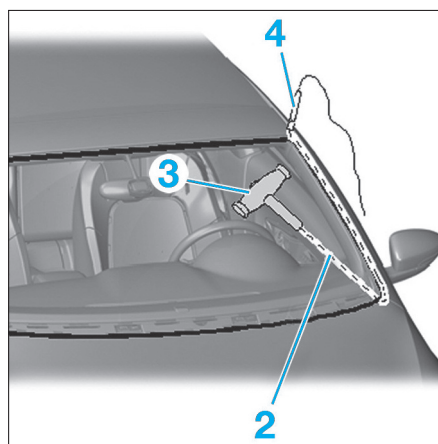

FIG. 2
- Placer l'extrémité du fil tranchant à l'intérieur avec la poignée (3) pour empêcher de la tirer vers l'extérieur (Fig.2).
- Mettre le fil tranchant (2) à l'aide d'un petit tube (4).